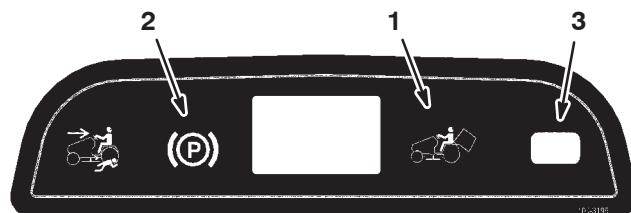

Bild 5
**Hinweis:** Das Feststellbremslicht leuchtet auf dem Armaturenbrett auf, wenn die Feststellbremse aktiviert ist (Bild 5).
**Hinweis:** Die Lampe für den Zapfwellenantrieb (ZWA) am Armaturenbrett leuchtet auf, wenn Sie die Messer (ZWA) einkuppeln, siehe Bild 5.
Wenn das Heckfangsystem voll ist und entleert werden muss, leuchtet die Warnlampe auf (Bild 5), und ein Summtón ertönt.